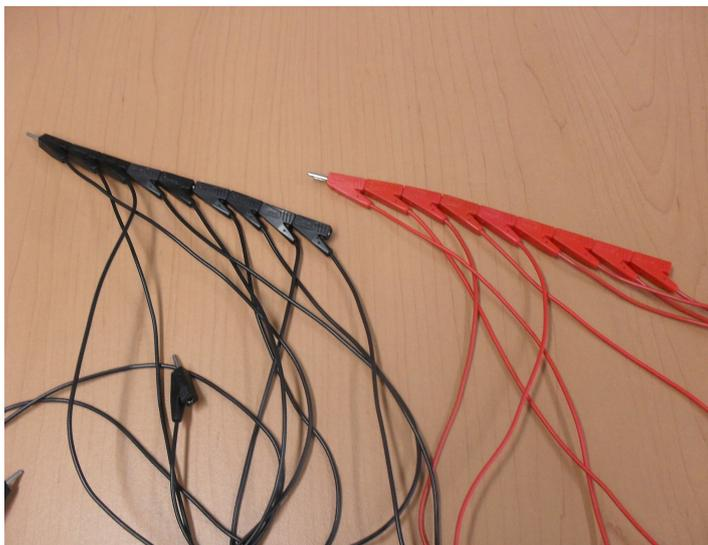

Figura 117: Cables
- Juego de cables, ver figura 117.